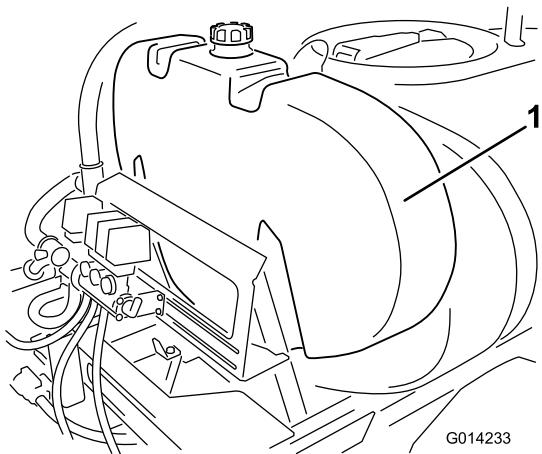

Figura 9
1. Instale o depósito de lavagem como se mostra na **Figura 9**.